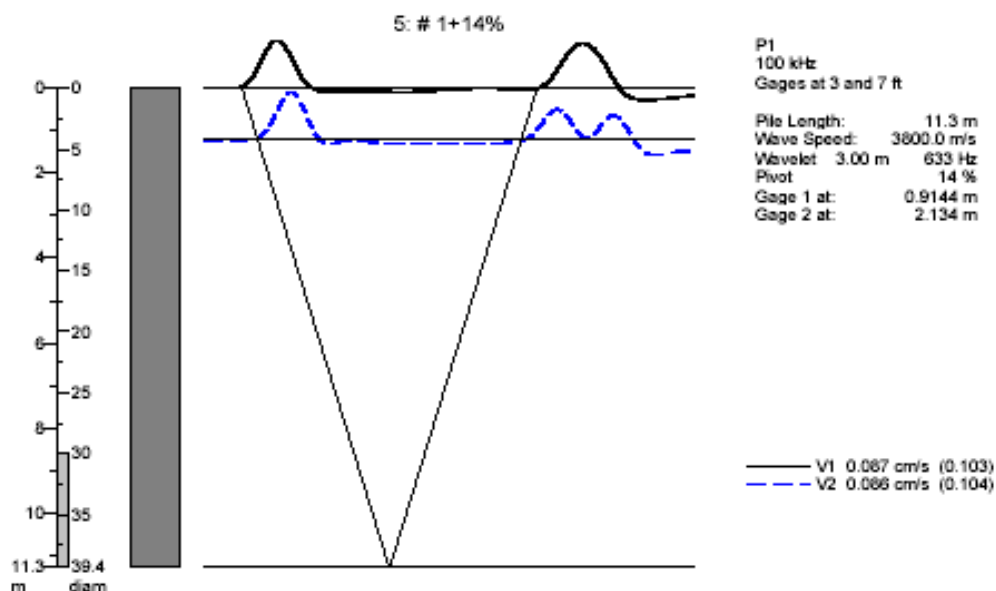
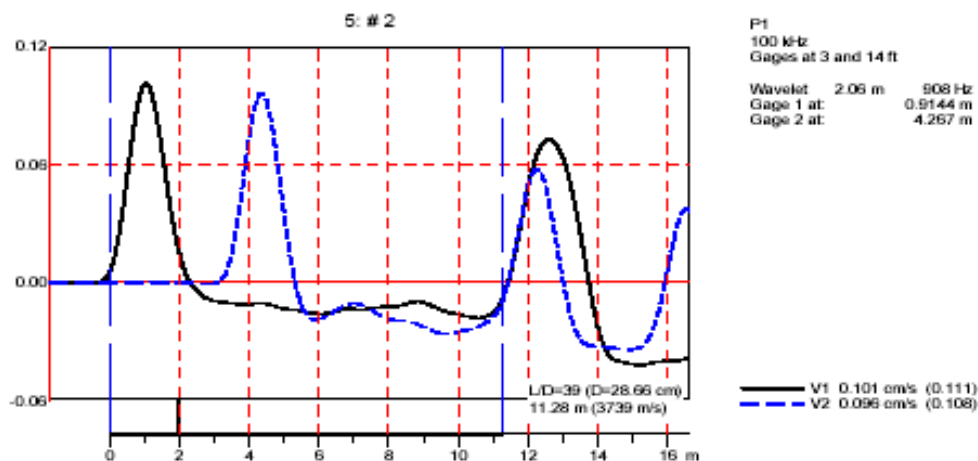

图 22：带桩身侧剖面显示的双速度曲线图
图 24: 使用“Shift 2nd Vel. to the Same Toe”检查波速图
- 选项 **With Pile Profile** 允许用户在双速度分析时浏览桩身侧剖面，如图 22 所示，这样有助于手动确定波速。该选项下的复选框“**Use Real**”可切换显示桩身的示意图和根据实测曲线确定的“真实”图。
在如图 22 所示的双速度分析窗口中选择 **With Pile Profile**，调整波速直到下行应力波传播线通过两个速度曲线冲击脉冲的起点。如果桩底反射清晰可辨，则检查上行应力波传播线。它应该通过两个桩底反射的起点。用户也可以选择 **Without Pile Profile** 并选中 **Shift 2nd Vel. to the Same Toe** 来检查波速，如图 24 所示。如果波速正确则两个桩底信号上升时间相同。